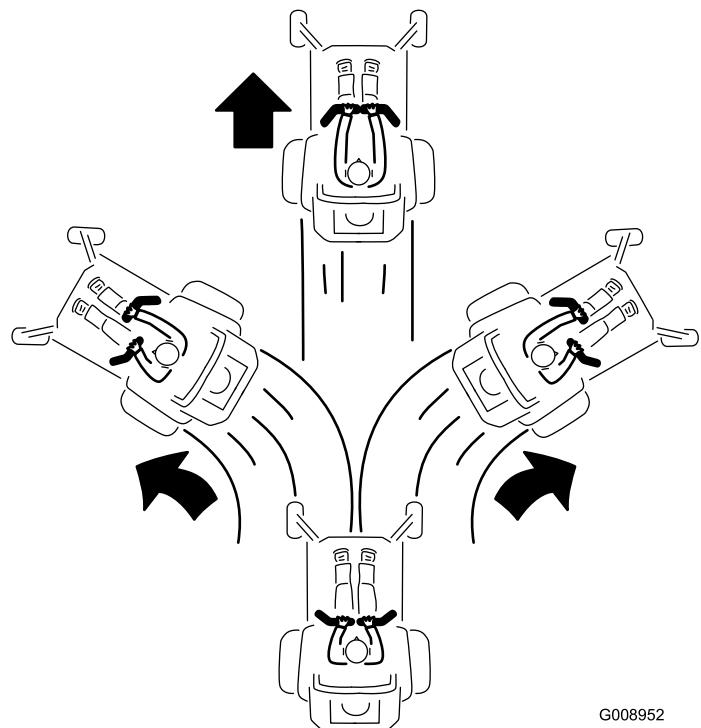

Figura 26
3. Per fare marcia avanti spingete lentamente in avanti le leve di comando del movimento (Figura 26).